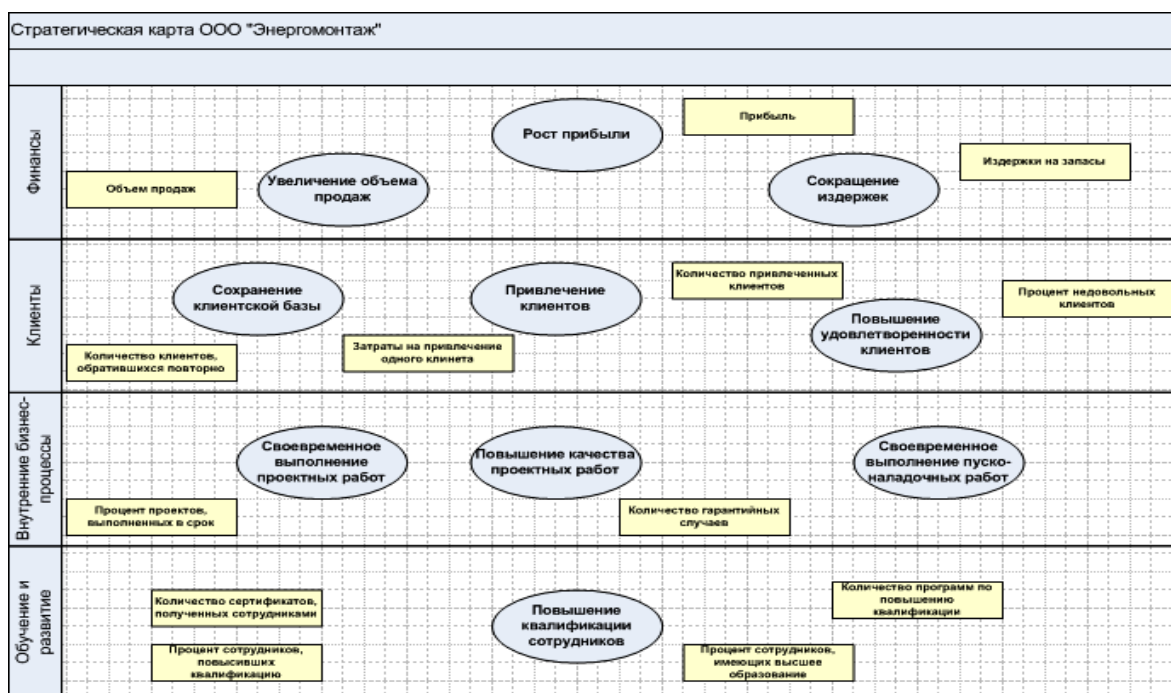

Рисунок 14 – Внешний вид диаграммы стратегической карты после перетаскивания целей
10. Методом перетаскивания добавьте на формируемую стратегическую карту цели из соответствующего справочника навигатора, разместив их в дорожках перспектив (рисунок 14).
13. Из справочника *Показатели* перетащите на диаграмму показатели оценки целей, разместив их в соответствующих дорожках перспектив (см. рисунок 14).